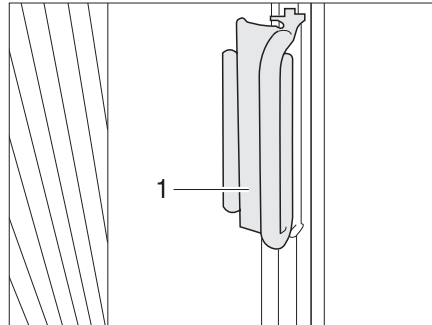

Fig. 13 Tirador de estor plegable ventana del conductor/acompañante
**Aseguramiento:** ■ Empujar los estores plegables de la ventana del conductor y la ventana del acompañante con el tirador (Fig. 13,1) a la pieza sobrepuesta. El estor plegable está asegurado.